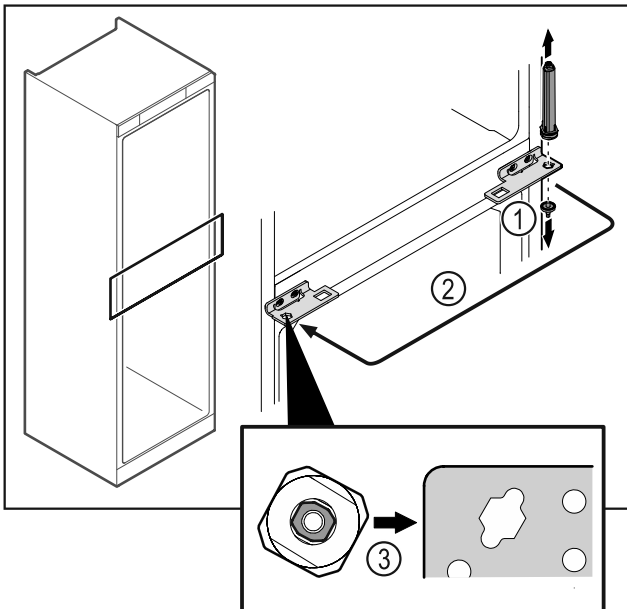

Fig. 44
- Відкрутити шарнірний палець Fig. 44 (1).
- Перемістити систему закриття дверей Fig. 44 (2).
- Під час встановлення слідкувати за правильною орієнтацією системи запирання дверей Fig. 44 (3).